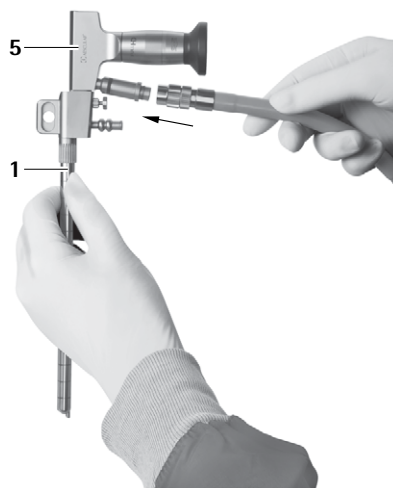

Fig. 3
► Anslut ljuskabel och kamera, se Fig. 3–5.